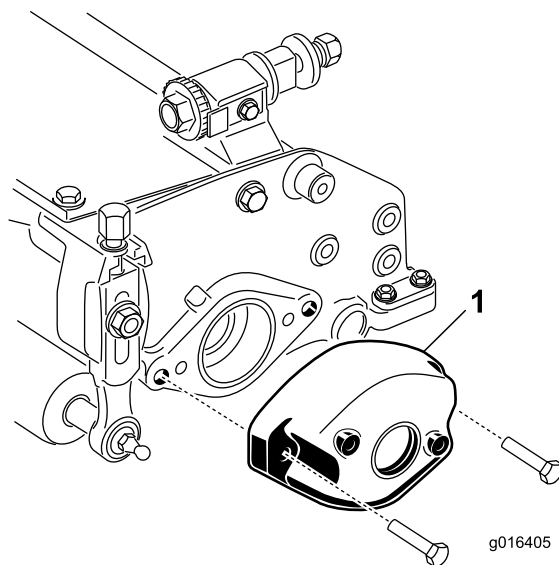

Рисунок 3
2. Снимите противовес (Рисунок 3).